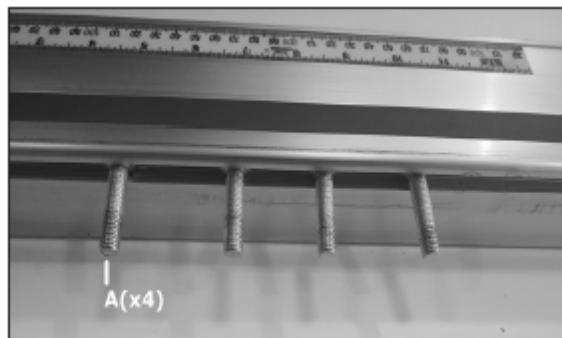

Рис. 19
1. Вставить четыре болта М8 х 35 (рис. 19, А) в паз передней направляющей.